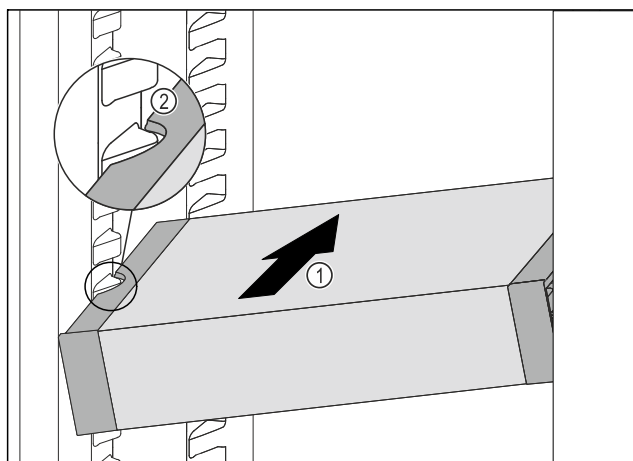

Fig. 74
- ▶ Zasuňte VarioSafe do chladničky pod úhlem tak Fig. 74 (1), aby vybrání na bocích Fig. 74 (2) VarioSafe byla na úrovni žebrování na nádoby v chladniče.